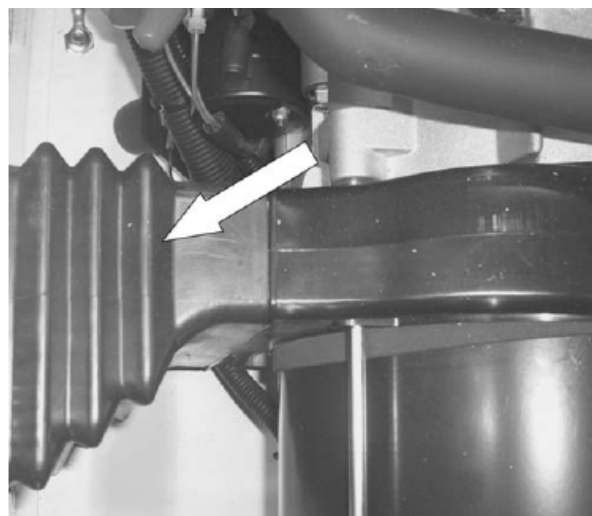

Рисунок 38.
15. Снять сильфон воздухозаборника генератора. Смотреть рисунок 38.